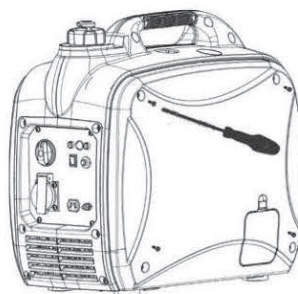

Рисунок 4-3. Снимите боковую крышку
2. Выверните винты и боковую крышку. Смотрите рисунок 4-3.
1. Выверните винты и боковую крышку. Смотрите рисунок 4-3.